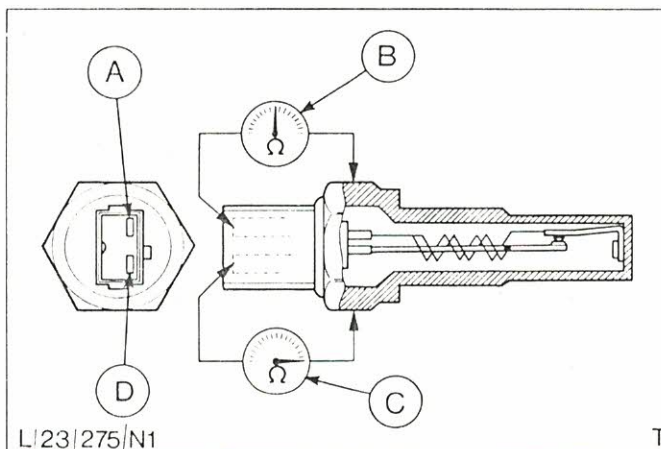

Abb.66 Widerstandsprüfung bei kaltem Motor
Ohmmeter zwischen den zweiten Steckanschluß und Masse anschließen und Widerstand feststellen, Abb.66.
Bei kaltem Motor läßt sich am Anschluß - Heizdraht (A), Abb.66, Widerstand feststellen und am Anschluß - Bimetallstreifen (D) kein Widerstand feststellen.